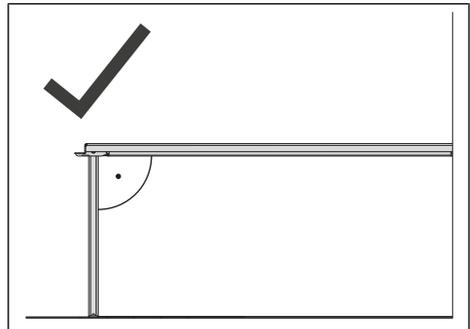

Abb. 6-32: Korrekt positionierter Stützfuß
- ▶ Stützfuß korrekt im Boden arretieren. Auf die korrekte Positionierung des Stützfußes achten (siehe "Abb. 6-32: Korrekt positionierter Stützfuß", S. 82).